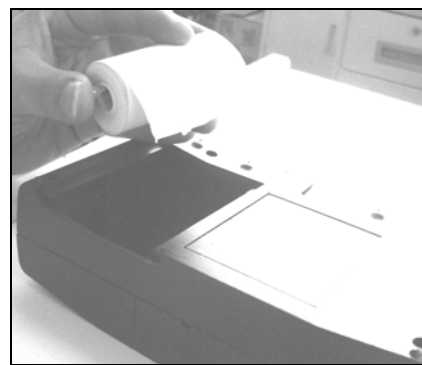

Рисунок 03b.
- Установите шпindel с рулоном бумаги в принтер, соблюдая направление. Если направление неправильное, подача бумаги может быть затруднена (см. рисунок 03b и 03c).
- Возьмите шпindel и установите рулон бумаги на шпindel (см. рисунок 03b).